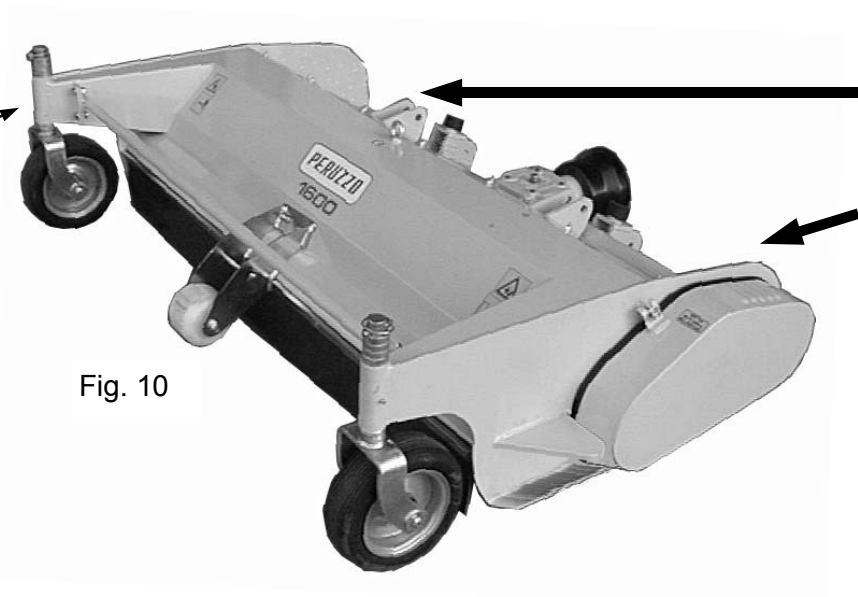

Fig. 10
Quand la machine est soulevée par les deux bras avant du tracteur pour régler la hauteur de coupe, s'assurer que la bague de la goupille soit bien fixée sur la partie supérieure du pivot. Fig. 10
Wird das Gerät zur Schnitthöheneinstellung an den zwei Front-Anbauarmen gehoben, muß der Sicherungsring (D) mit dem oberen Fixpunkt des Schleppers verbunden werden (Abb. 10)